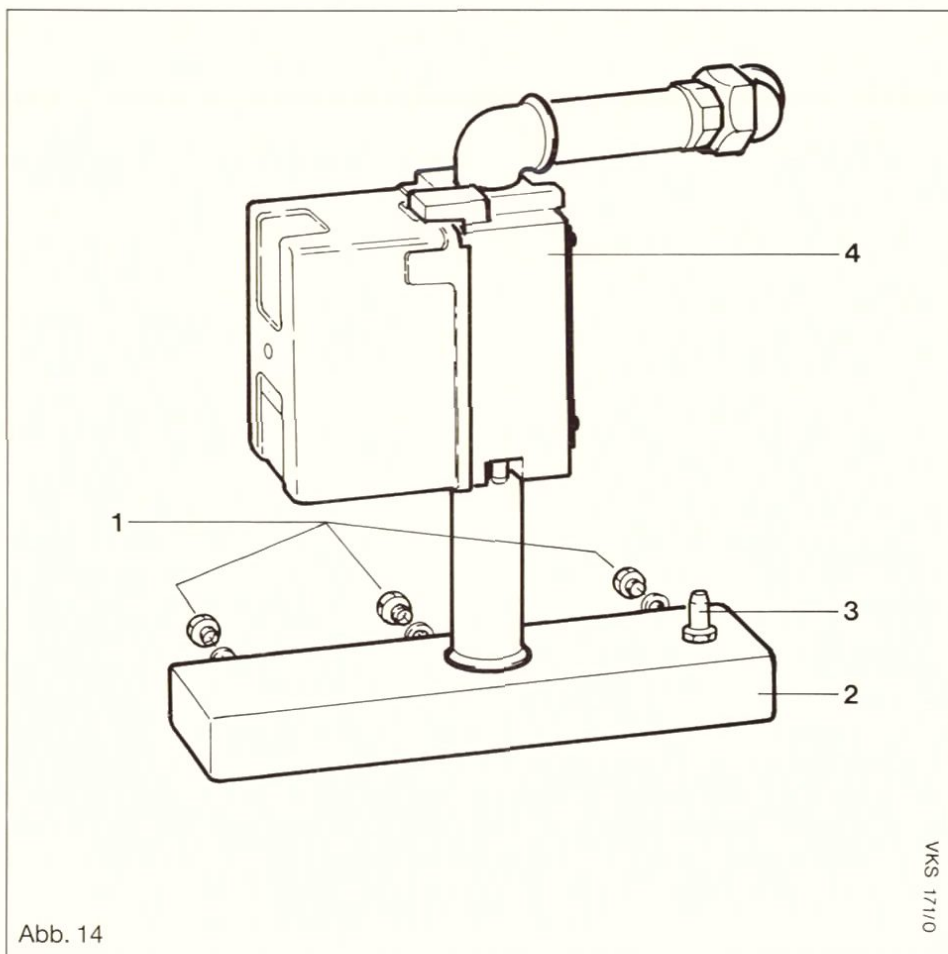

Abb. 14
Legende zu Abb. 14
- b) Brennerdüsen (1), Abb. 14, Seite 24, austauschen. Dichtungsringe verwenden.